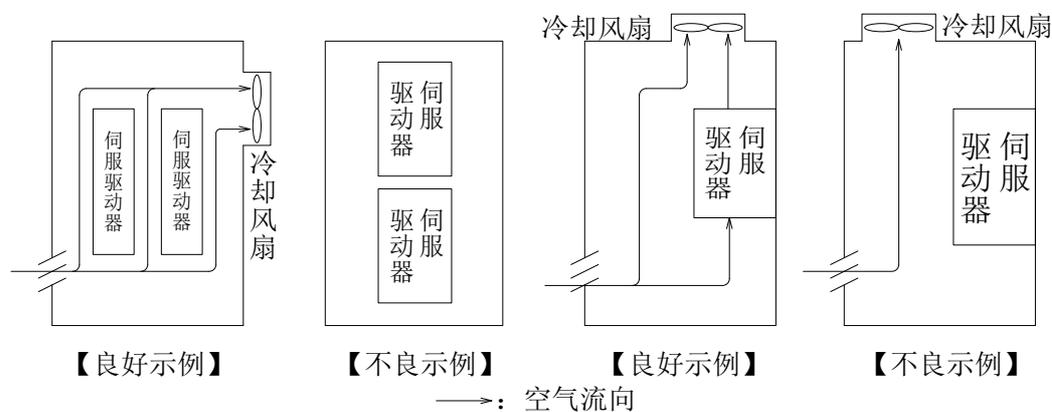

图2-1 收纳伺服驱动器时的配置例
- d. 伺服驱动器上内置有用来冷却散热器的风扇，所以要确保空间，以免妨碍通风。此外，在收纳多台伺服驱动器的情况下，要配置成不受相互间排气的影响。（参照图 2-1）